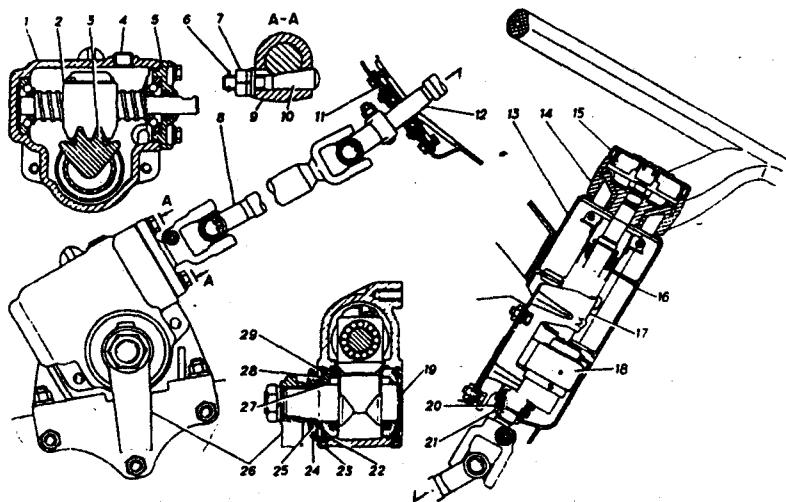

Рис. 79. Рулевое управление
Рулевое управление автомобиля состоит из рулевого механизма, карданного вала, рулевой колонки с рулевым колесом и рулевых тяг. Устройство рулевого механизма показано на рис. 79.
1. Вынуть шплинт 6 (рис. 79) и отвернуть гайку 7 клина на рулевом механизме, выбить клин 10, исключив его деформацию, и снять вилку 9 с вала.
1. Слить масло из картера рулевого механизма через заливную пробку 4 (рис. 79).
1. Отсоединить сошку 26 (рис. 79) и вилку вала 9 руля.
— вынуть две пробки 23 (рис. 79) на картере в районе вала-сектора;